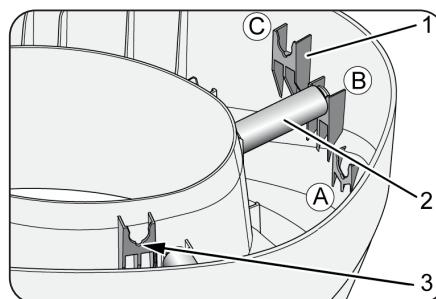

Fig. 3
- Premere le aste di regolazione dell'altezza (2, Fig. 3) nelle staffe A, B o C (1, Fig. 3) a seconda dell'altezza di seduta del WC desiderata. Le aste di regolazione dell'altezza devono inserirsi nelle cavità (3, Fig. 3).